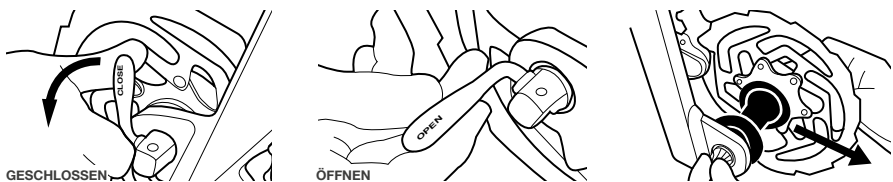

Abb. 15. Öffnen der Schnellspannachse
1. Öffnen Sie den Hebel der Schnellspannachse. Sie sollten auf dem Hebel nun die Gravur „Open“ lesen können, siehe Abb. 15.